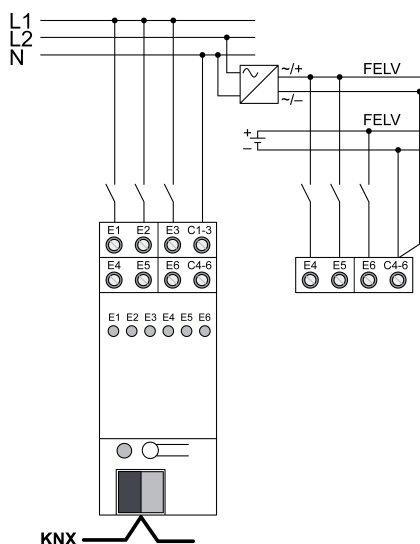

Figure 4: Raccordement commun de circuits électriques secteur et basse tension
- ❗ En cas de raccordement simultané de circuits électriques alimentés par secteur, les règles d'installation selon TBTF s'appliquent pour les circuits électriques basse tension, indépendamment de la sécurité de la source de tension (figure 4).